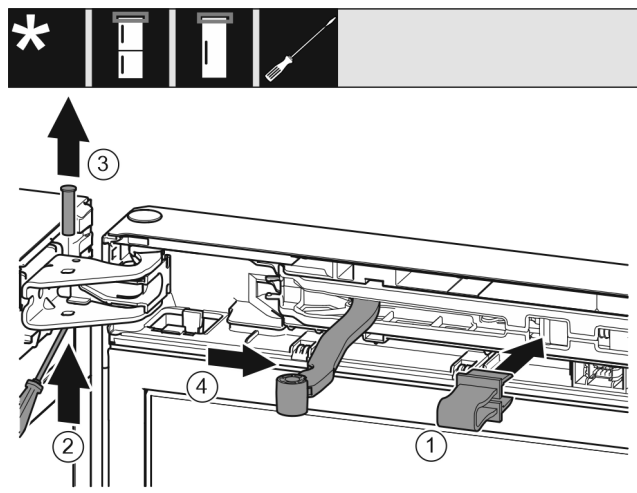

Fig. 6
- Introduire l'arrêtoir dans l'ouverture. Fig. 6 (1)
- Desserrer le boulon avec un tournevis. Fig. 6 (2)
- Sortir le boulon par le haut. Fig. 6 (3)
- Tourner l'articulation en direction de la porte. Fig. 6 (4)